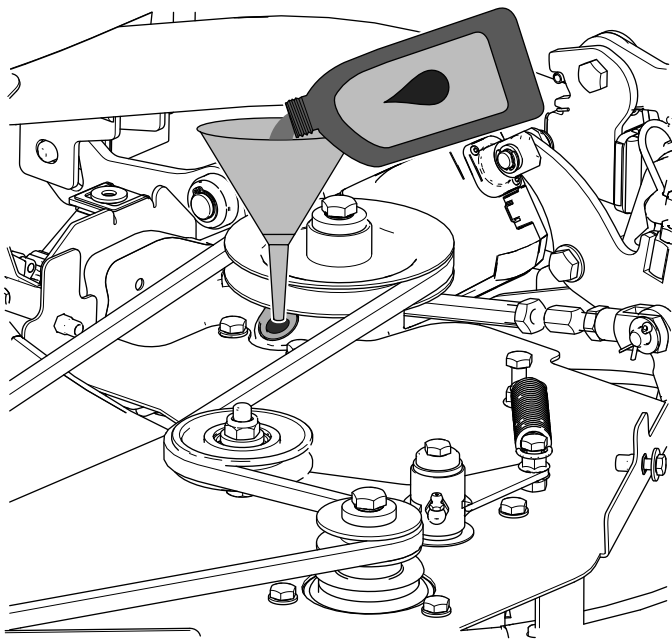

Figure 97
2. À l'aide d'un entonnoir, versez de l'huile pour boîtier d'engrenages spécifiée dans l'orifice de remplissage du boîtier d'engrenages (Figure 97).